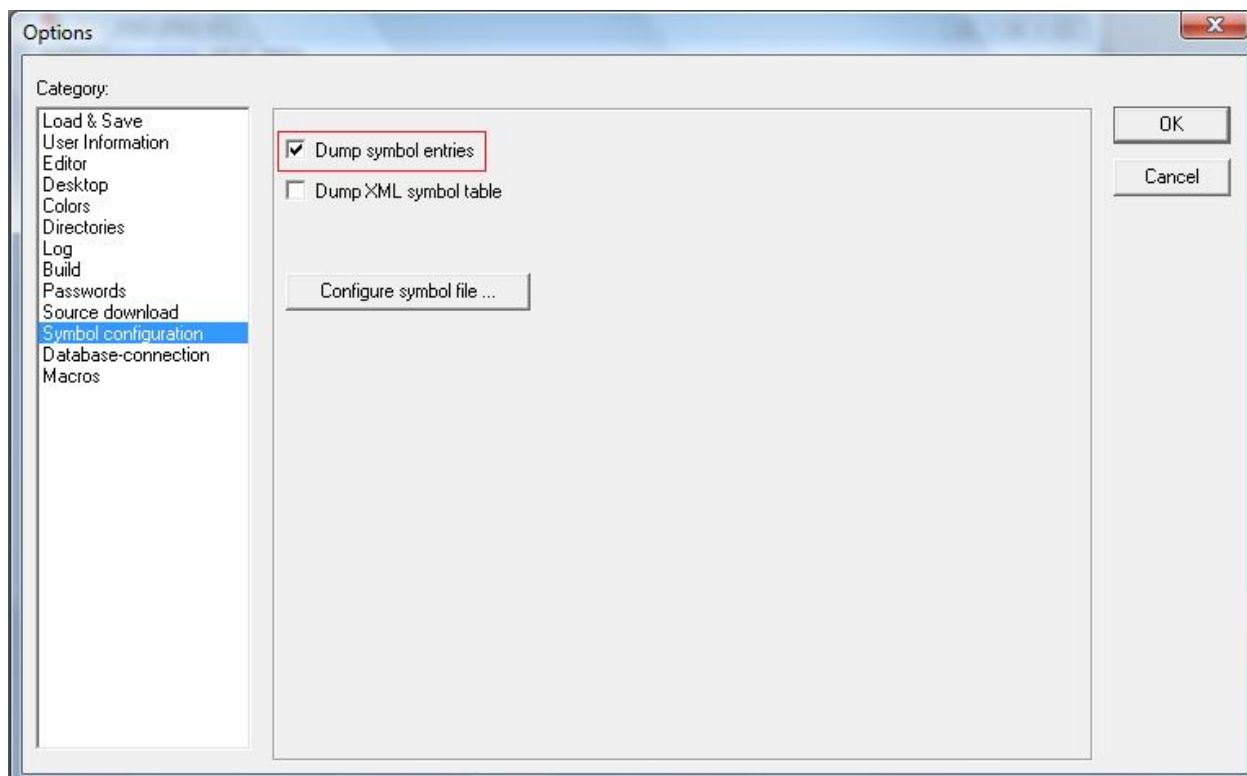

Рис. 47. Установка опций.
5. Отключить CoDeSys от PLC WinNT и перейти в Опции (Options) в меню Project. Выбрать Symbol Configuration и установить «галочку» *Dump symbol entries* (рис. 47).